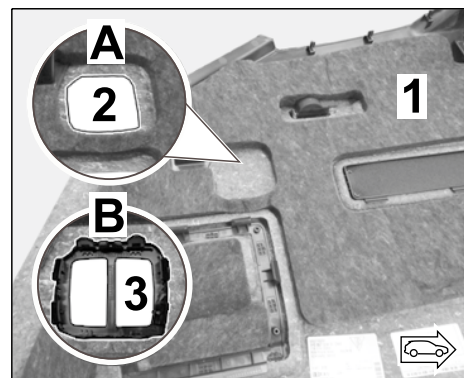

Рис. 24
3.6.2 Осторожно сделать вырез по отметке (⇒ Рис. 24 -А-).
3.6.4 Закрепить накладку кнопки в боковой обшивке (учитывать монтажное положение боковой направляющей ⇒ Рис. 24 -В-).